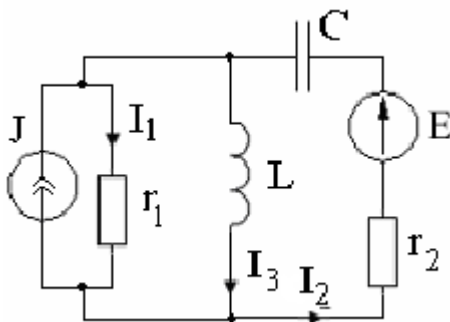

Рис. 69
47. В цепь (рис. 69) включены два источника, для которых $i_k = 2\sqrt{2} \sin(\omega t)$ А, $e = \sqrt{2} \sin(\omega t + \pi/2)$ В. Пользуясь принципом наложения, определить все токи, если $r_1 = x_C = x_L = r_2 = 1$ Ом.